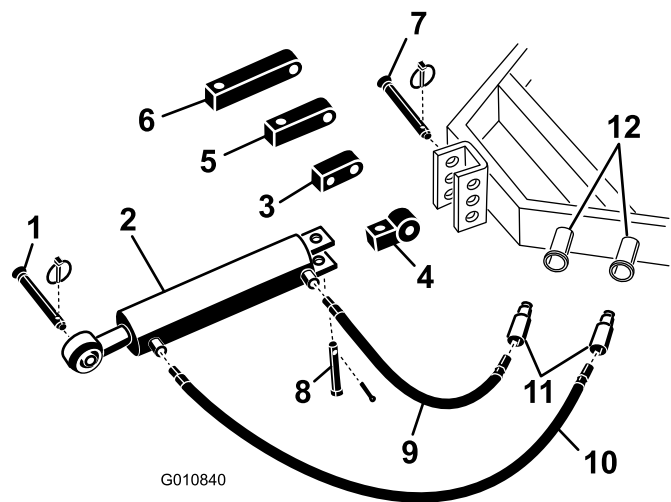

Рисунок 5
1. Прикрепите конец соединительного звена гидравлической верхней тяги к тяговому блоку с помощью пальцев, поставляемых с тяговым блоком (Рисунок 5).
Примечание: Если вам необходимо расположить гидроцилиндр так, чтобы штуцеры были направлены вверх, для изменения положения гидроцилиндра используйте поворотный блок вместо стандартного монтажного блока (Рисунок 5). Вместо поворотного блока можно использовать прямоугольный гидравлический штуцер (прямоугольные штуцеры не входят в комплект).
- А. Снимите шплинт и штифт, которые крепят стандартное соединительное звено к гидроцилиндру (Рисунок 5). Снимите с гидроцилиндра соединительное звено.
- В. Установите на гидроцилиндр поворотный блок с помощью ранее снятых штифтов (Рисунок 5).
2. Подсоедините длинный гидравлический шланг (106 см) к штуцеру гидравлической верхней тяги, расположенному ближе к аэратору (Рисунок 5). Для предотвращения утечек наложите на резьбу шланга уплотнительную ленту или герметик для трубной резьбы.
3. Подсоедините короткий гидравлический шланг (76 см) к штуцеру гидравлической верхней тяги, расположенному ближе к тяговому блоку (Рисунок 5). Для предотвращения утечек наложите на резьбу шланга уплотнительную ленту или герметик для трубной резьбы.
Если гидроцилиндр не доходит до монтажного кронштейна аэратора, используйте для подсоединения гидроцилиндра к тяговому блоку удлинительный блок вместо стандартного монтажного блока (Рисунок 5).
- A. Снимите шплинт и штифт, которые крепят стандартное соединительное звено к гидроцилиндру (Рисунок 5). Снимите с гидроцилиндра соединительное звено.
- B. Установите на гидроцилиндр удлинительный блок с помощью ранее снятых штифтов (Рисунок 5).